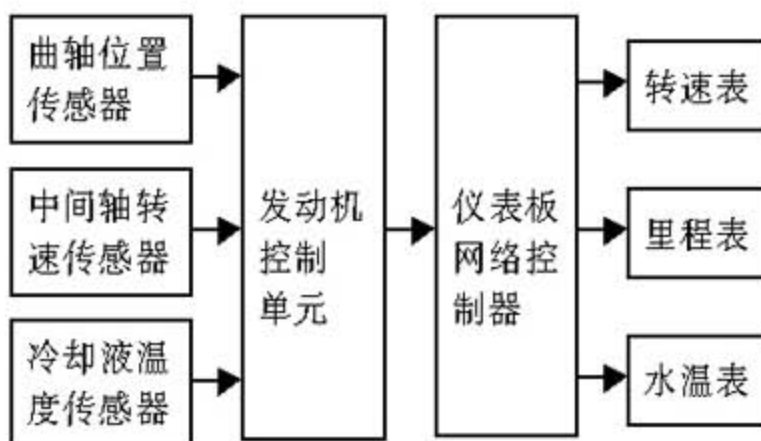

图 2
- 6). 该车采用数字仪表，传感器信号送入发动机控制单元后，发动机控制单元把信息送到仪表板网络控制器，该信息通过仪表控制单元分析处理后控制显示装置(图 2)。仪表控制单元还具有自诊断功能，在此介绍进入自诊断功能的方法：按住行程/复位键，打开照明开关，打开点火开关。5 s 内将照明开关关闭，然后重复开和关，5 s 内松开行程/复位键，然后重复按下并松开共 3 次。通过进入自诊断功能对仪表驱动电路检查，里程表、转速表、燃油表及水温表的指针会从最低位摆到最高位，然后又回到最低位，这说明仪表驱动电路正常。通过自诊断对通讯线路检查，液晶显示屏显示“ERROR1”，这说明仪表控制单元与 F-CAN 之间的通讯发生故障，这个自检结果与 HDS 检测结果相同。